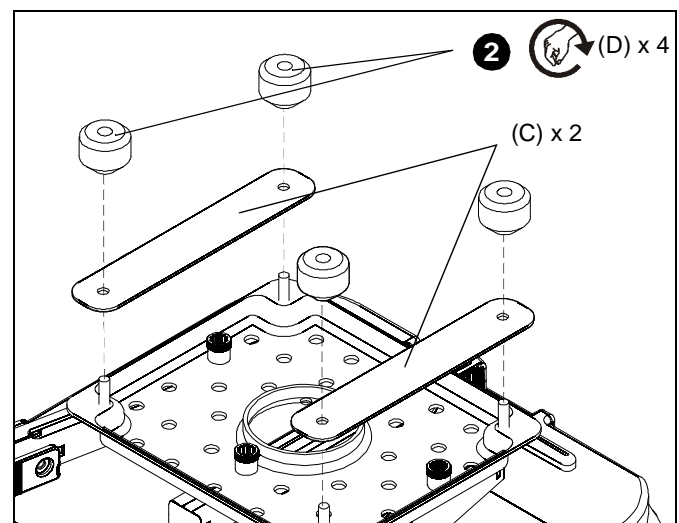

Figure 10
1. Installez les pattes de sécurité (C) sur les vis de la plaque principale du SLBU. (See Figure 10)
2. Installez en partie des écrous à ailettes (D) aux vis de la plaque principale du SLBU. (See Figure 10)